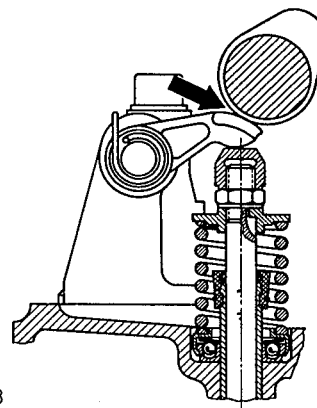

fig.3
- Set valve play - cold working (fig. 3):
- Régler les jeux des soupapes à froid (fig. 3): admission 0,10 mm, échappement 0,30 mm
- Das Ventilspiel bei kaltem Motor (Fig. 3) beträgt: Einlassventil 0,10 mm, Auslassventil 0,30 mm